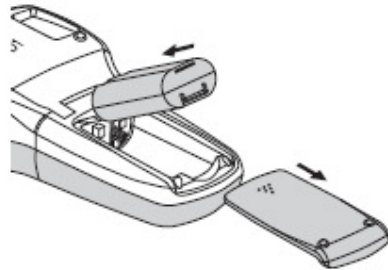

Рис. 2.
1. Удалите крышку. См. рис. 2.